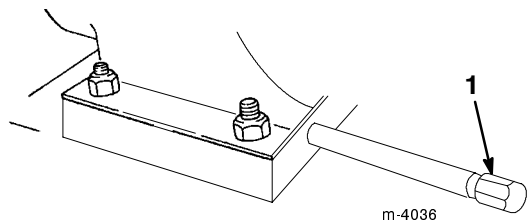

Figure 20
- Nettoyez autour du bouchon de vidange d'huile (Fig. 20).
- Placez le bac de vidange sous le tube de vidange, et retirez le bouchon (Fig. 20).